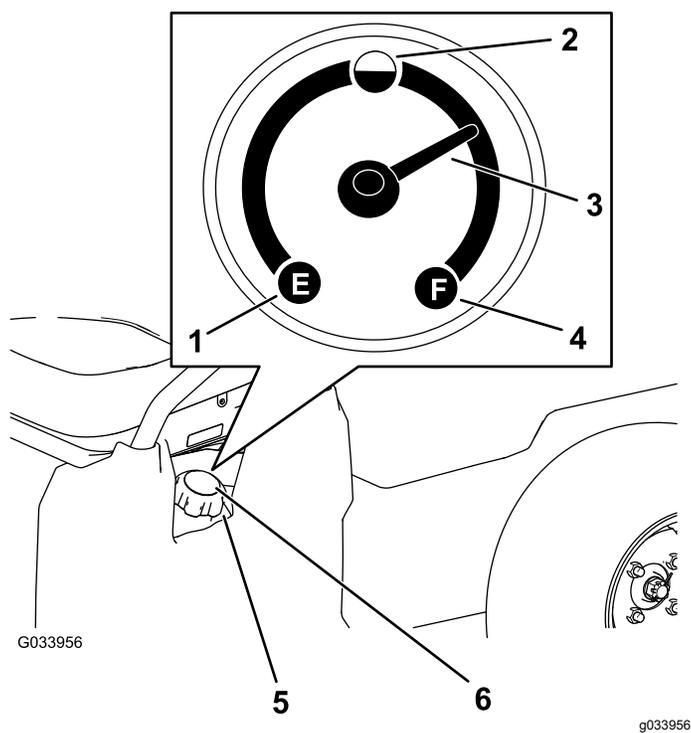

Рисунок 14
5. Очистите поверхность вокруг крышки топливного бака (Рисунок 14).